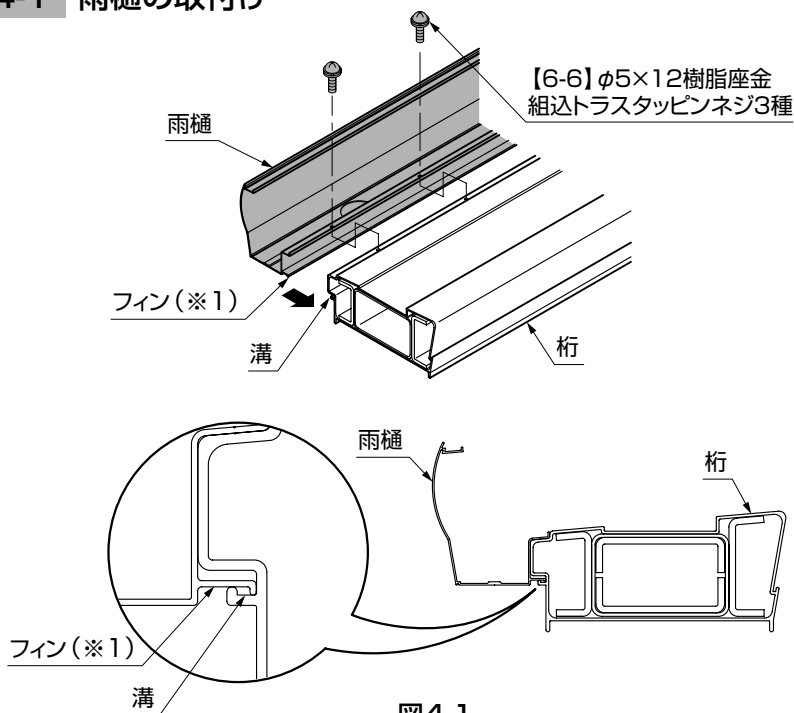

図4-1
- 雨樋のフィン(※1)が桁の溝に入っているか確認してください。(図4-1参照)
- ②雨樋を【6-6】で桁に取付けてください。